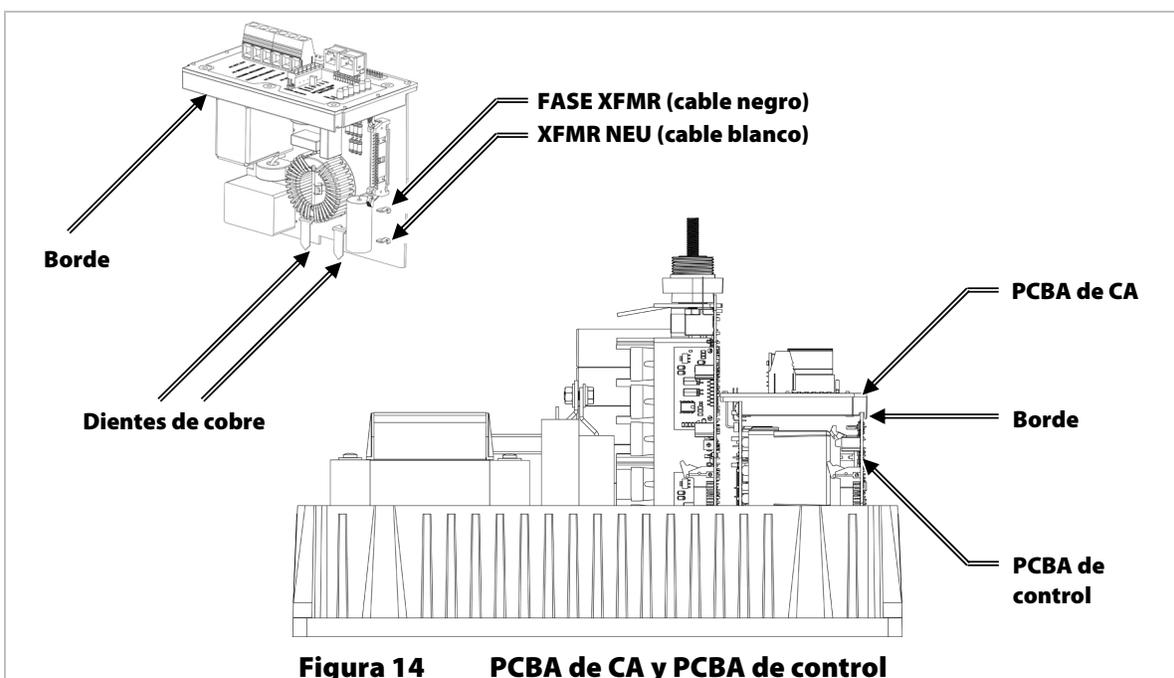

Figura 14 PCBA de CA y PCBA de control
5. Empuje la PCBA de CA hasta la mitad del recorrido en el chasis. Conecte los cables de salida de CA a los conectores correspondientes. El cable negro se conecta al terminal de FASE XFMR. El cable blanco se conecta a XFMR NEU. Consulte la Figura 14 (y también la Figura 10 si es necesario) para determinar la ubicación de los conectores de los cables.
6. Con la PCBA de CA levantada en la medida de lo posible, oriente la PCBA de control hacia la ranura correspondiente del chasis. Baje la PCBA de CA sobre la parte superior de la PCBA de control. Como se muestra en la Figura 14, hay un "borde" en la PCBA de CA que se adapta a la parte superior de la PCBA de control.